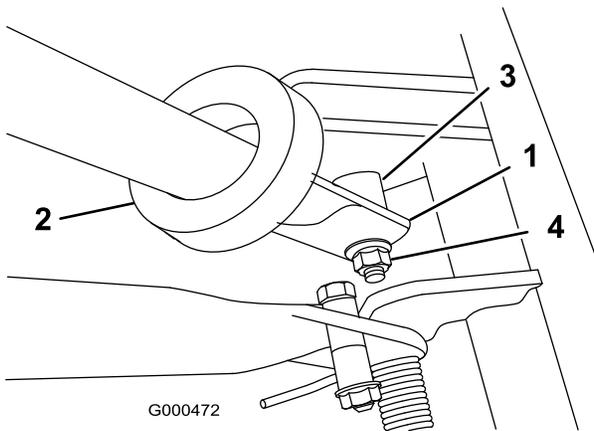

图8
2. 将手柄端插入手柄支架臂的槽中 (图8)。
3. 向内挤压手柄端，然后将其安装到枢轴销的分段上 (图8)。
4. 用凸缘锁紧螺母将手柄固定至螺栓和枢轴销上 (图8)。